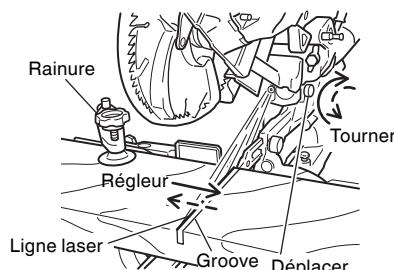

Fig. 20
(1) Allumer le marqueur laser et marquer une rainure de 3/16" (5mm) environ de profondeur sur la pièce qui a une hauteur de 25/32" (20mm) et une largeur de 5-29/32" (150mm). Maintenir la pièce rainurée dans un étau telle qu'elle est et ne pas la déplacer. Pour réaliser la rainure, se reporter à "11. Procédures de coupe d'encoche", page 52.
(2) Cela fait, tourner le régulateur et décaler la ligne laser. (Quand on tourne le régulateur dans le sens des aiguilles d'une montre, la ligne laser se décale vers la droite et quand on tourne le régulateur dans le sens contraire des aiguilles d'une montre, la ligne laser se décale vers la gauche.) Si on travaille avec la ligne tracée à l'encre sur le côté gauche de la lame de scie, il faut aligner la ligne laser avec le côté gauche de la rainure. (Fig. 20) Si on travaille avec la ligne tracée à l'encre sur le côté droit de la lame de scie, il faut aligner la ligne laser avec le côté gauche de la rainure.
(3) Après avoir réglé la position de la ligne laser, tracer à l'encre une ligne à angle droit sur la pièce et aligner la ligne tracée à l'encre et la ligne laser. Pour aligner la ligne tracée à l'encre, faire glisser la pièce petit à petit et la maintenir dans un étau à l'endroit où la ligne laser chevauche la ligne tracée à l'encre.